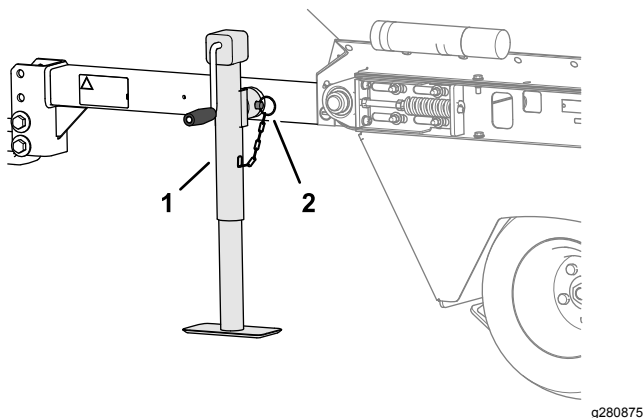

Figure 11
2. Pivotez le cric à la verticale (Figure 11).
3. Fixez-le au tube de montage avec l'axe de chape (Figure 11).